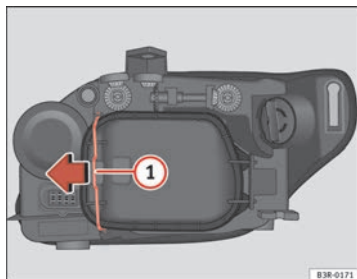

Fig. 222 Lampadina Luci di posizione
Anche se non necessario, estrarre prima la copertura ⇒ pag. 289, fig. 222, rende più facile la sostituzione della luce diurna. ■
- Far scorrere il tirante ⇒ fig. 222 ① nel senso della freccia e sfilare la copertura separando prima il lato del tirante ed estraendo dopo le due linguette dell'estremità opposta.